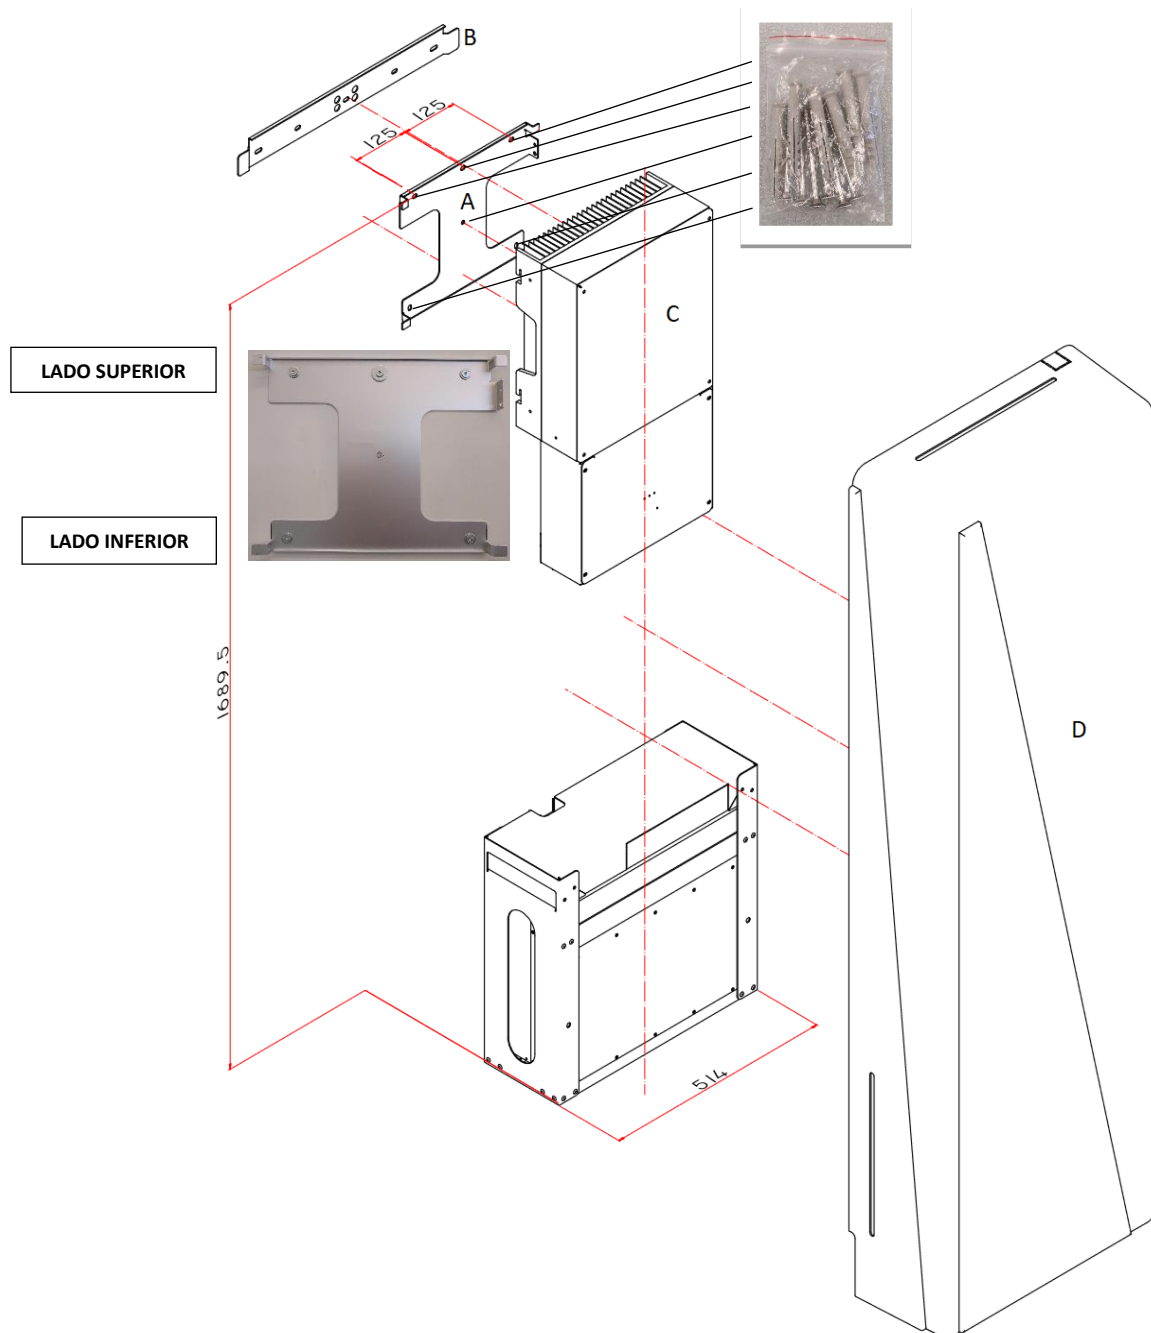

Figura 2 – Distancia de montaje entre la abrazadera inverter y la plataforma
La abrazadora de anclaje (C) en la parte inferior de la capa externa (D Figura 2) debe ser instalada sólo si la tapa se ha proporcionado con el resto del material.